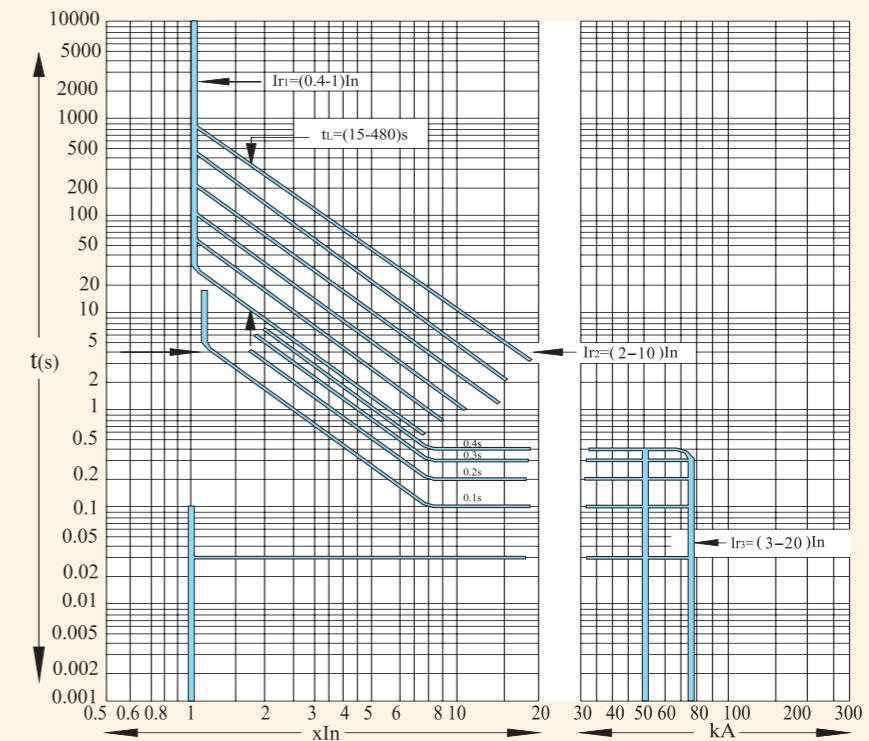
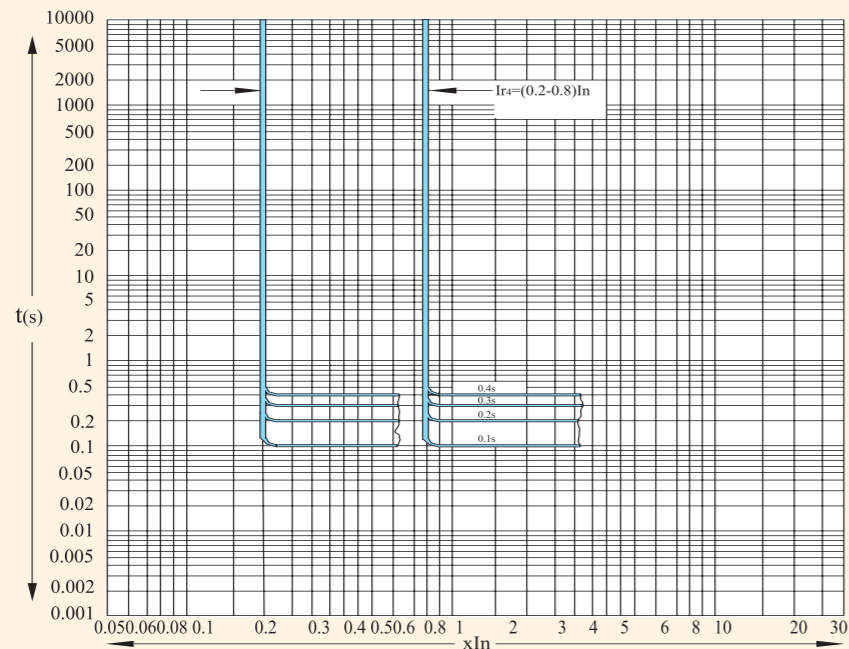

图1 过电流脱扣保护特性
图2 接地故障保护特性
4.3.1.5 过电流脱扣保护特性见图1，接地故障保护特性见图2